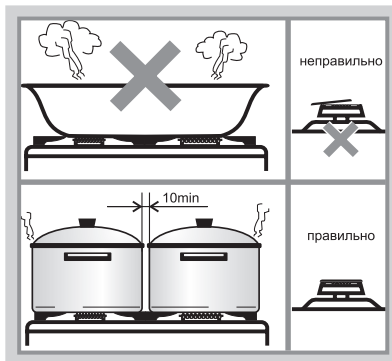

Рис.24
- Размеры посуды (см. табл. 8 и рис.24) и режим работы горелок нужно выбирать таким образом, чтобы пламя не выходило за края и не «лизало» боковые стенки.
- Запрещается устанавливать на решетке какие-либо дополнительные рассекатели пламени и пользоваться горелками со смещенными крышечками (рис. 24). Это может привести к разрушению стеклянного стола или необратимому ухудшению внешнего вида стола из нержавеющей стали.